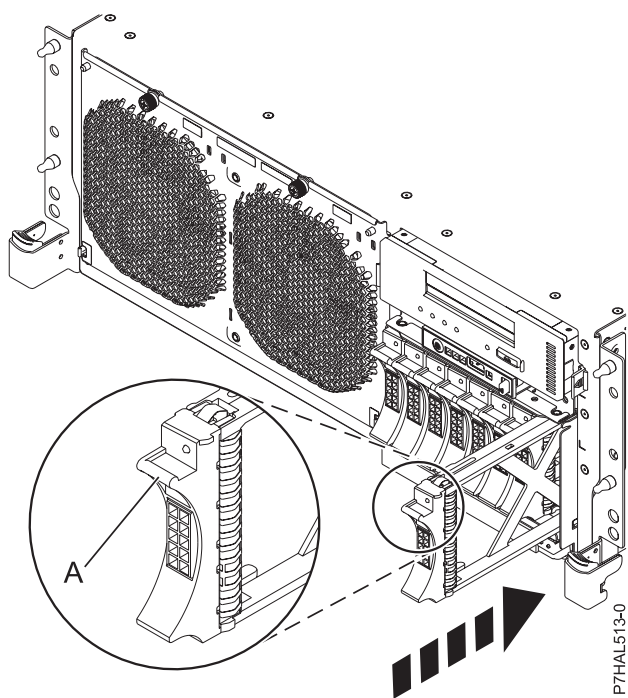

Figure 32. Installation d'une unité de disque sur le système
2. Faites glisser complètement l'obturateur d'unité de disques dans l'unité centrale ou l'unité d'extension, puis verrouillez-le dans son emplacement en poussant la poignée (A), comme indiqué dans la figure 32.